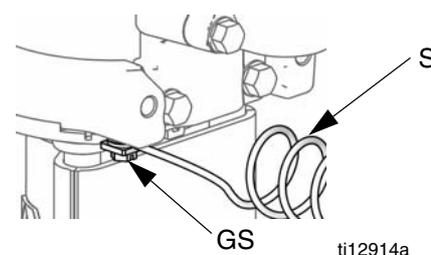

FIG. 2. Vis et fil de terre
1. Pompe : Voir FIG. 2. Vérifier que l'écrou de terre (GS) est connecté et bien serré sur le moteur pneumatique. Raccorder l'autre extrémité du fil de terre (S) à une véritable prise de terre.